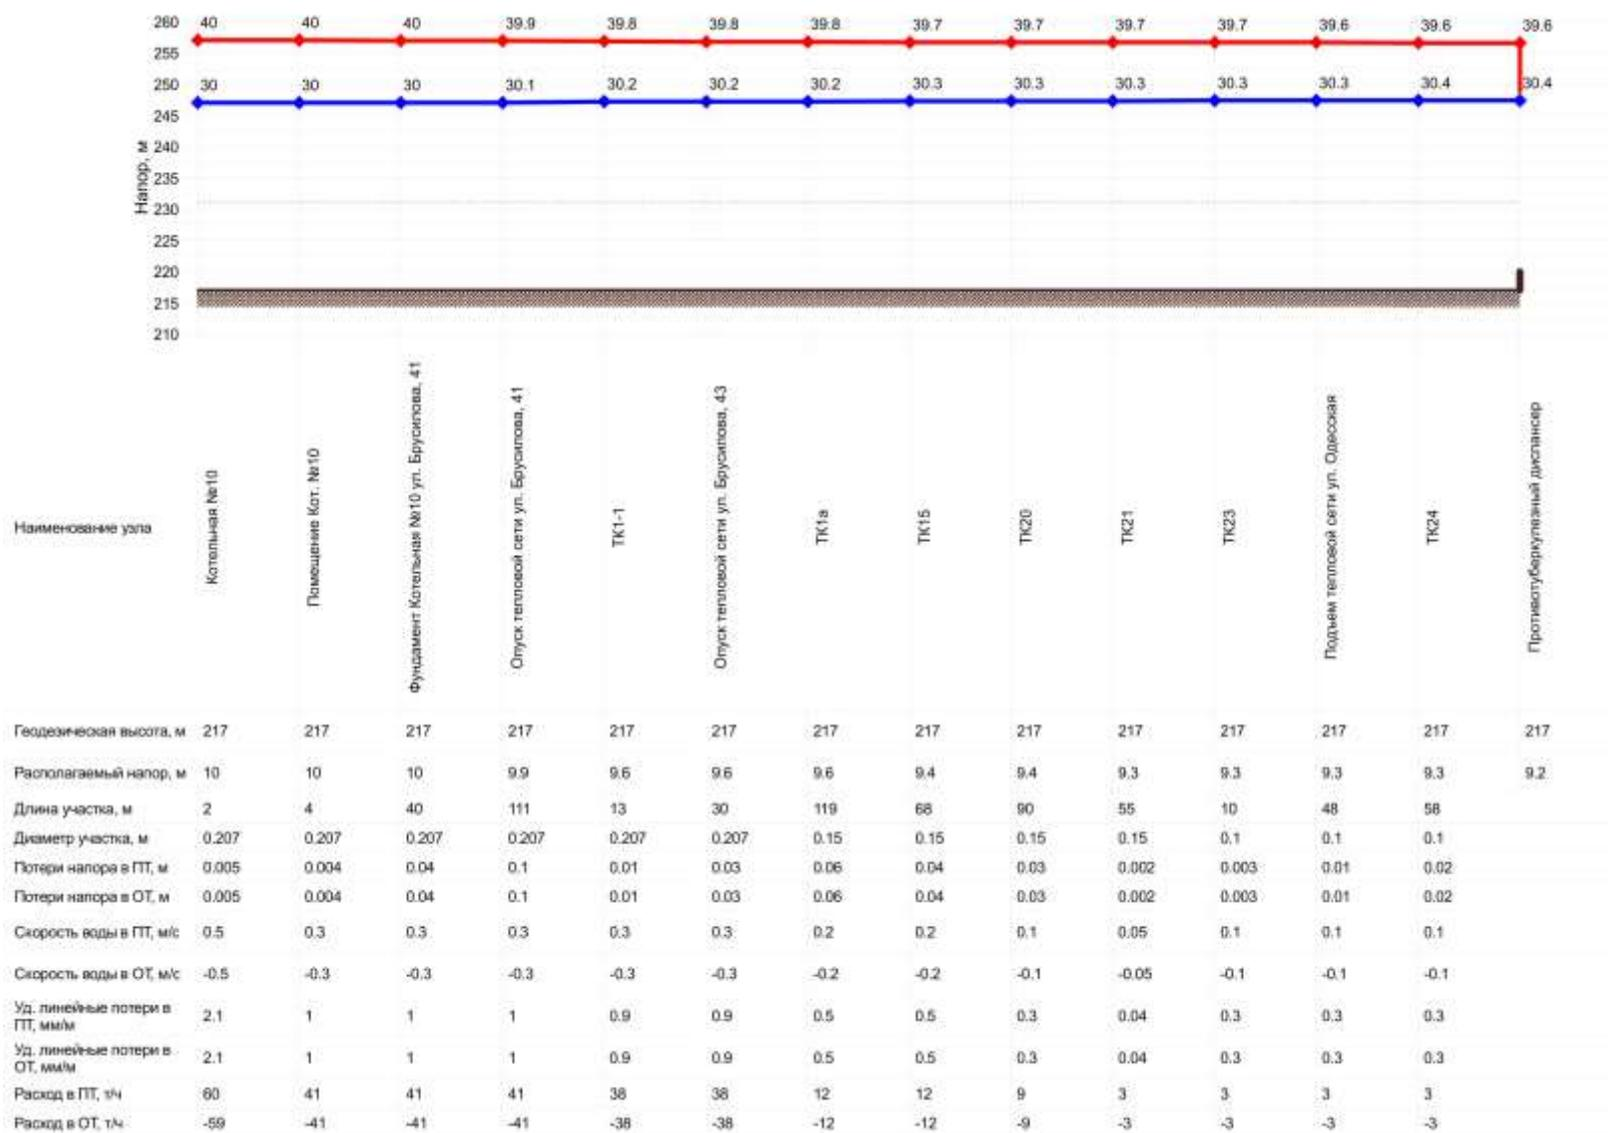

Рисунок 32 - Пьезометрический график от котельной № 10 до здания по ул. Арычная, 27
- расчетный путь от котельной № 10 до здания по ул. Арычная, 27 (рисунок 31), основные характеристики теплопровода и режимные параметры теплоносителя (таблица 16), результаты гидравлического расчета, пьезометрический график (рисунок 32).